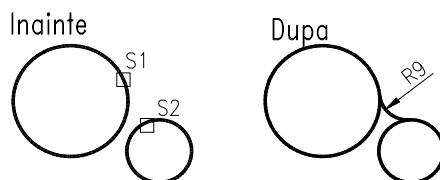

Fig. U6.8
2. Racordarea a două cercuri cu rază 9 (Fig. U6.8).